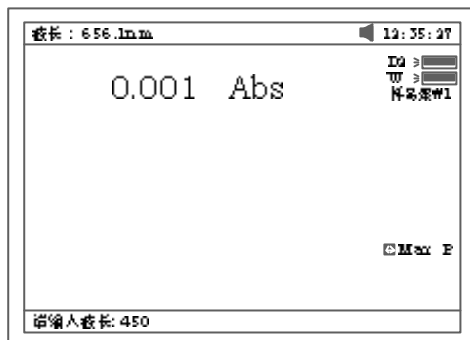

图 11
- ◇ 屏幕下部会出现对话条 (图 11).用数字键输入欲去波长 450nm.